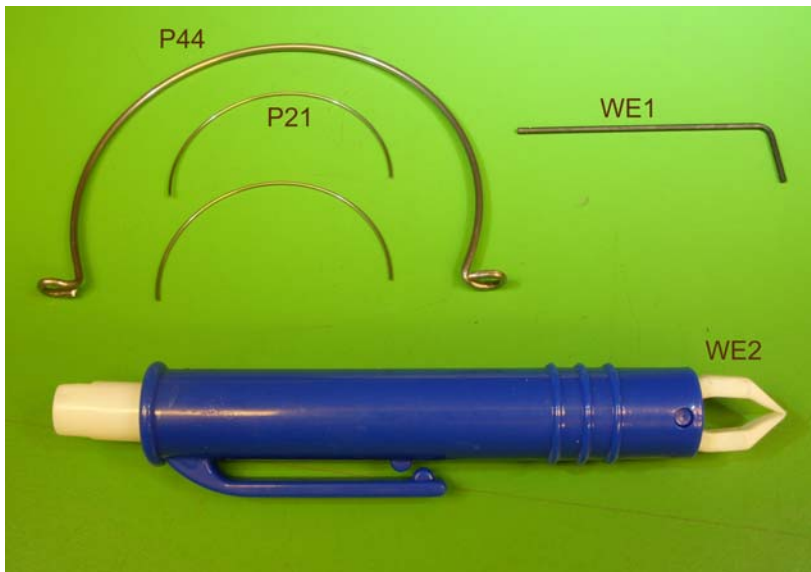

Fig. 7. Inhalt Packung D
- Zeckenzange (Fig. 7) zum Endrillen der verseilten Lackdrähte